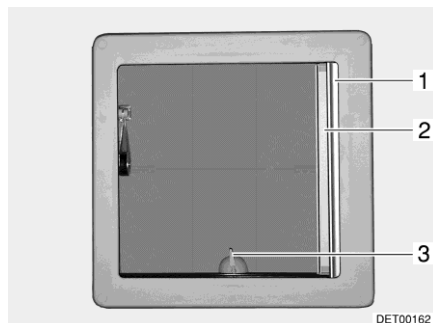
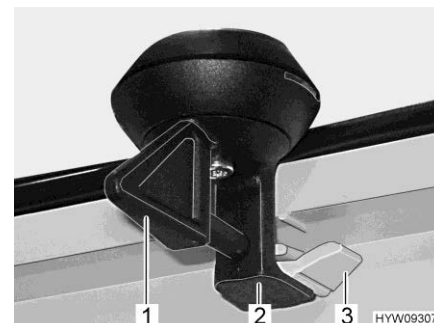

Fig. 48 Oblò inclinabile
Fig. 49 Bloccaggio (oblò inclinabile)
- Ruotare la leva (Fig. 48,3 o Fig. 49,1) di un quarto di giro.
- Girare la leva di un quarto di giro. Il bloccaggio (Fig. 49,2) deve entrare nell'aggancio inferiore (Fig. 49,3).
- Tirare la tendina oscurante pieghevole (Fig. 48,1) fino alla posizione desiderata e rilasciare. La tendina oscurante pieghevole rimane in questa posizione.
- Chiusura:** ■ Estrarre la zanzariera a rullo (Fig. 48,2) fino a quando non scatta il bloccaggio dalla parte opposta.